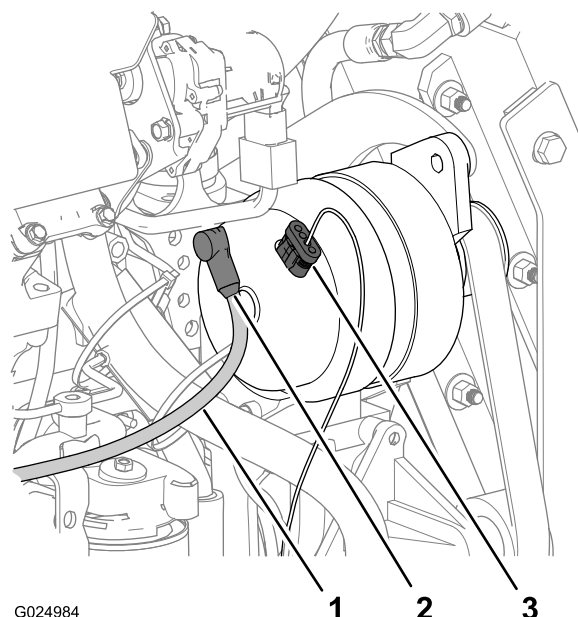

Figure 122
1. Sur l'alternateur, enlevez la capuchon de la borne et du goujon au dos de l'alternateur (Figure 122).
3. Débranchez le connecteur à 4 douilles du câble de détection de tension du connecteur à 4 broches au sommet de l'alternateur (Figure 122).
2. Branchez le connecteur à 4 douilles du câble de détection de tension au connecteur à 4 broches au sommet de l'alternateur (Figure 122).
3. Fixez la borne du câble de charge au goujon au dos de l'alternateur (Figure 122).
5. Recouvrez la borne et le goujon avec le capuchon du câble de charge (Figure 122).